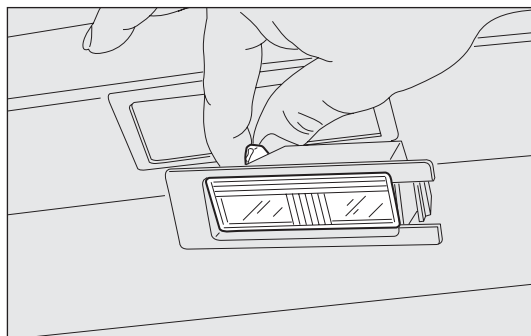

fig. 174
- ☐ sustituya la lámpara fig. 174 soltando los contactos laterales, asegurándose de que la lámpara nueva quede bloqueada correctamente entre los mismos contactos;